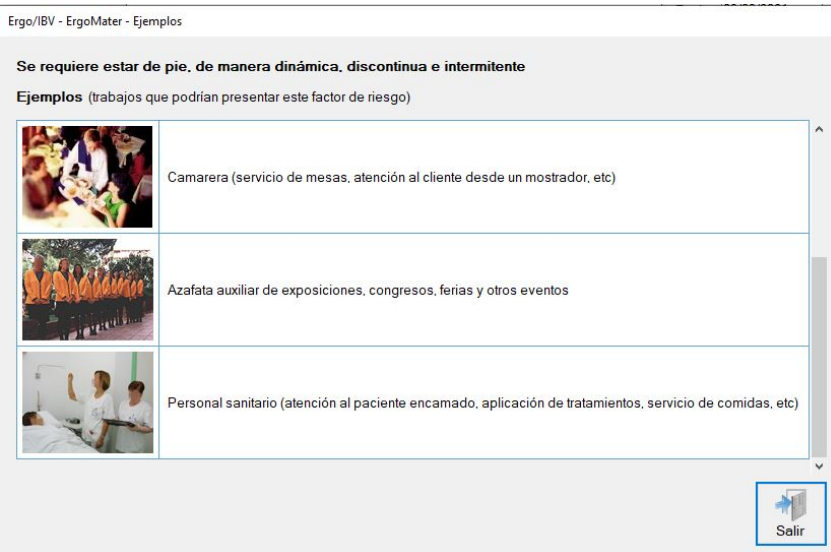

Figura 4. ErgoMater - Ejemplos asociados a un factor de riesgo
- El **botón Ejemplos** ofrece imágenes de algunos trabajos que podrían presentar el factor de riesgo en cuestión (Figura 4).